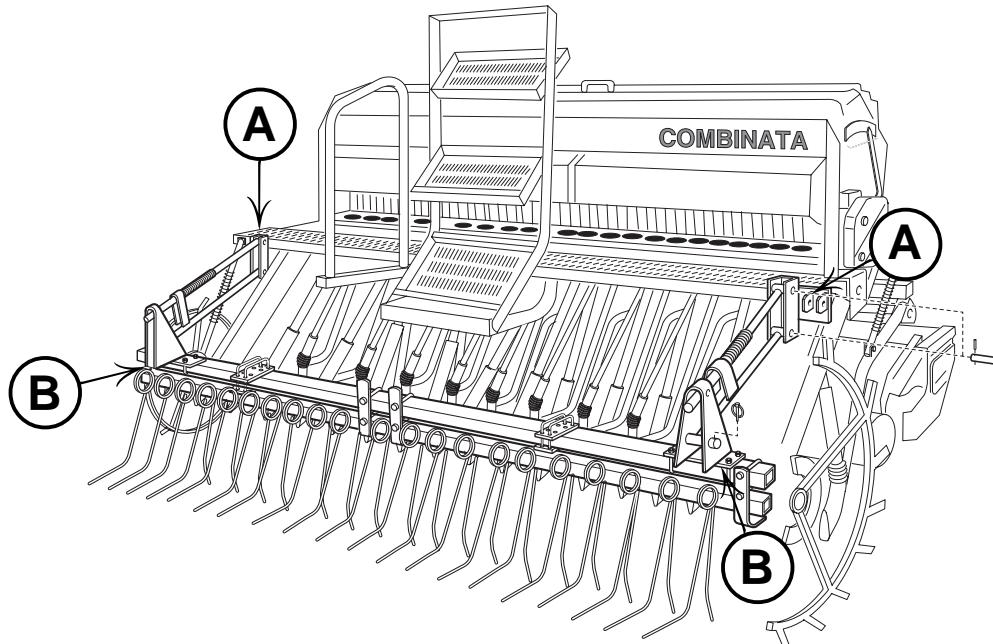

Fig. 3
1) Montare i bracci paralleli dell'erpice sulle staffe del telaio (A Fig. 3), centrare l'erpice a molle e fissarlo ai bracci (B Fig. 3).
1) *Assemble the parallel arms of the harrow onto the frame brackets (A, Fig. 3), center the spring harrow and assemble it onto the arms (B, Fig. 3).*
1) Die parallelen Ausleger der Egge auf die Bügel des Rahmens montieren (A Abb. 3), die gefederte Egge zentrieren und sie an den Auslegern befestigen (B Abb. 3).
1) *Monter les bras parallèles de la herse sur les brides du châssis (A Fig. 3), centrer la herse à ressorts et la fixer aux bras (B Fig. 3).*
1) Monte los brazos paralelos de la grada en las abrazaderas del bastidor (A fig. 3), centre la grada de muelles y fíjela a los brazos (B Fig. 3);